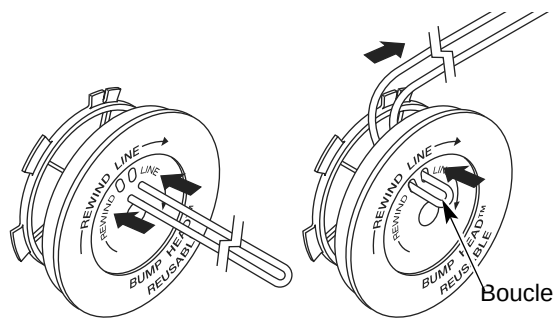

Fig. 18
6. Tome aproximadamente 5 m (16 pies) de nueva línea de corte, enlécela en dos longitudes iguales. Inserte cada extremo de la línea a través de uno de los dos orificios del carrete interior (Fig. 18). Pase la línea a través del carrete interior de modo que el lazo sea lo más pequeño posible.